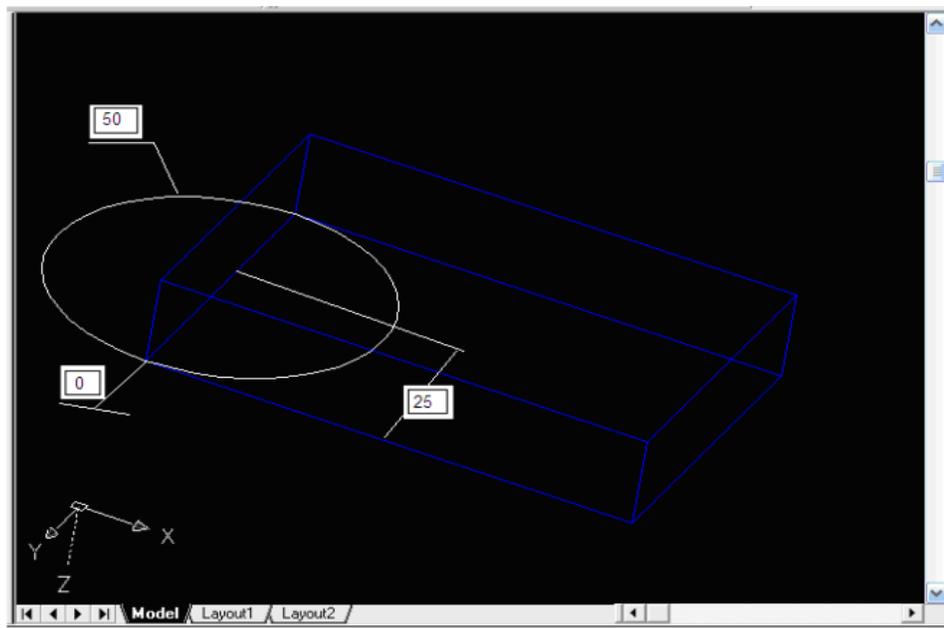

Figura 60.
16. Ahora con los comandos ya conocidos cambiaremos mas dimensiones como se ve en la *figura 60*.